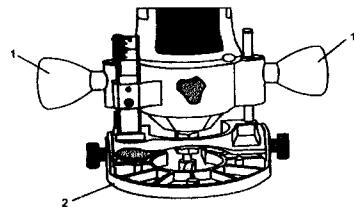

Fig. 16
1. Afloje ambas perillas de ajuste de la altura (1) desenroscándolas en sentido contrario a las agujas del reloj (ver la fig. 16).
2. Deslice la base de fresa (2) hacia arriba o hacia abajo hasta alcanzar la profundidad de corte deseada.